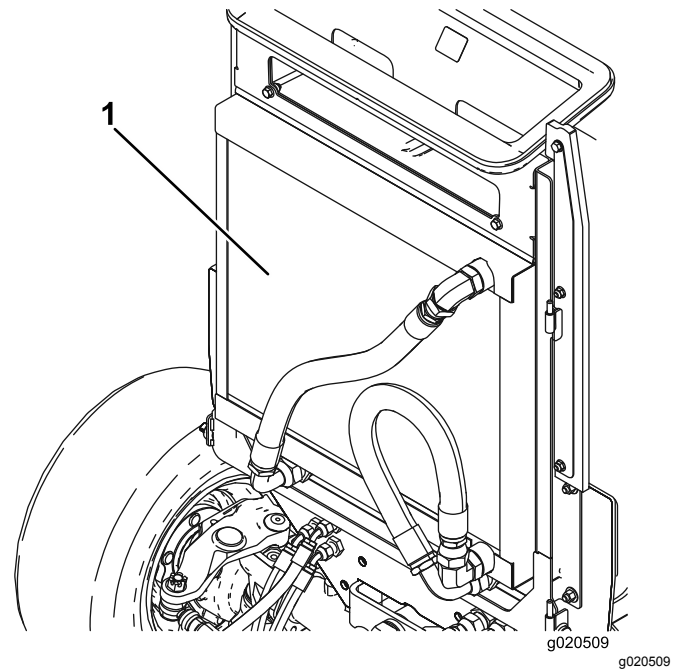

Bild 65
3. Reinigen Sie beide Seiten des Ölkühlers und des Kühlers gründlich mit Druckluft (**Bild 65**).